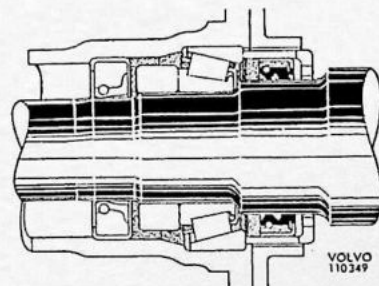
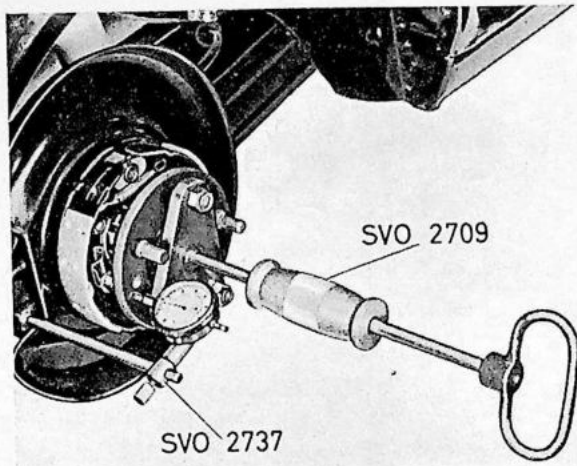

Fig. 4-87. Het smeren van de achteraslagers
Fig. 4-88. Het meten van de axiale speling van de aandrijfas
13. Vul het lager met een eerste klas long-life vet en monteer dan de aandrijfas, de remankerplaat en de remschoenhouders. Na de montage moet de gehele ruimte tussen de oliekeerringen met vet gevuld zijn, zie Fig. 4-87. Controleer de axiale speling die 0,05—0,13 mm (0,002"—0,005") moet bedragen met een meetklok en houder SVO 2737, zie Fig. 4-88. Pers eerst, met behulp van de glijhamer, SVO 2709 de cups uit hun ligplaats naar